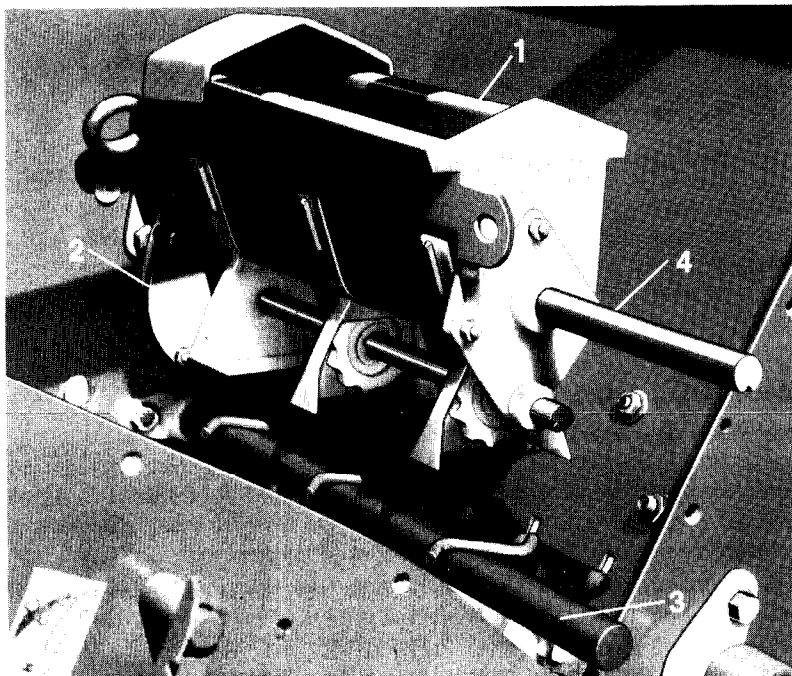

Fig. 22
Mit dem AMAZONE-Beizgerät kann man ungebeiztes Saatgut im Drillmaschinenkasten beizen oder aber bereits gebeiztes Saatgut zusätzlich mit einem Saatgutpuder behandeln. Der Antrieb des Dosiermechanismus der Beizmittelbehälter (Fig. 22/1) erfolgt von der Säwelle aus. Dies hat den Vorteil, daß die Beizmitteldosierung, wenn sie einmal richtig eingestellt ist, nicht mehr verändert zu werden braucht, falls die Sämengemenge verändert wird.
Mit Hilfe der kleinen Dosiergehäuse (Fig. 22/2) an dem Beizmittelbehälter und der Dosierräder wird das Beizmittel exakt dosiert und unmittelbar vor der Aussaat dem Getreide zugefügt. Die schnellaufende Rührwelle (Fig. 22/3) sorgt für ein intensives Anreiben des Beizmittels an das Saatgut.
1. Beizmittelbehälter (Fig. 22/1) mit Beizmittel füllen. Hierbei muß die Rührwelle (Fig. 22/4) senkrecht stehen. Diese Stellung kann man durch Drehen am rechten Laufrad mit der Abdrehkurbel erzielen. Beizmittelbehälter schließen.